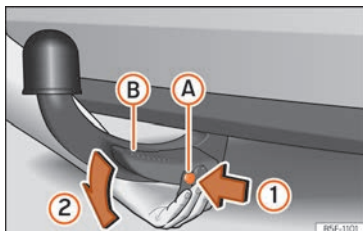

Fig. 270 Desmontar el gancho de remolque
- Presione el perno de desbloqueo (A) en el sentido de la flecha (1) y, al mismo tiempo, la palanca (B) en el sentido de la flecha (2) hasta el tope » fig. 270.